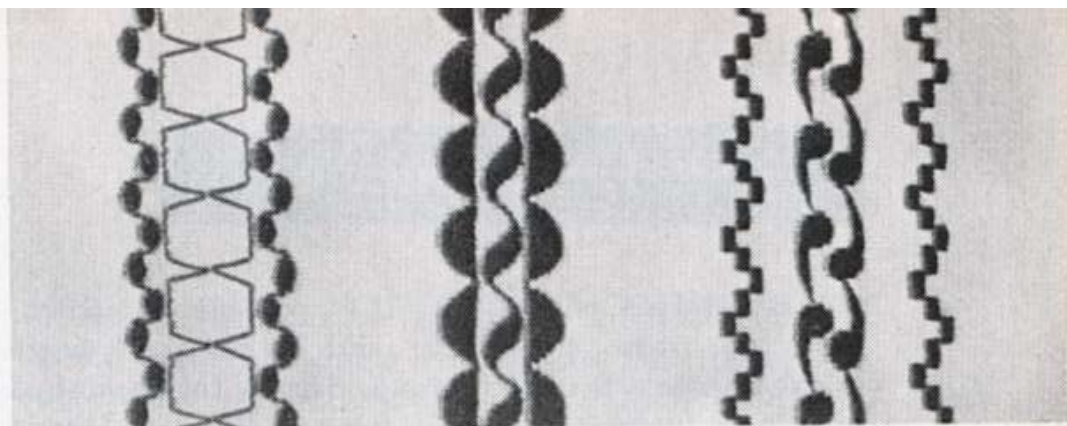

Fig. 75
- Combinaisons de différentes coutures, fig. 75